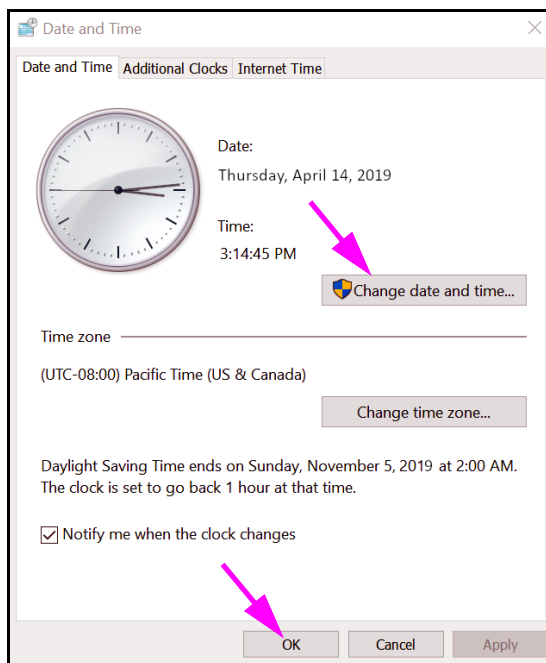

Figura 2-34. Finestra di dialogo Date and Time Properties (Proprietà data e ora)
1. Fare clic su **Control Panel (Pannello di controllo) > Date and Time (Data e ora)**. Viene visualizzata la finestra di dialogo Data e ora. Vedere la Figura 2-34.
4. Fare clic su **OK** per tornare alla finestra di dialogo Data e ora. Vedere la Figura 2-34.